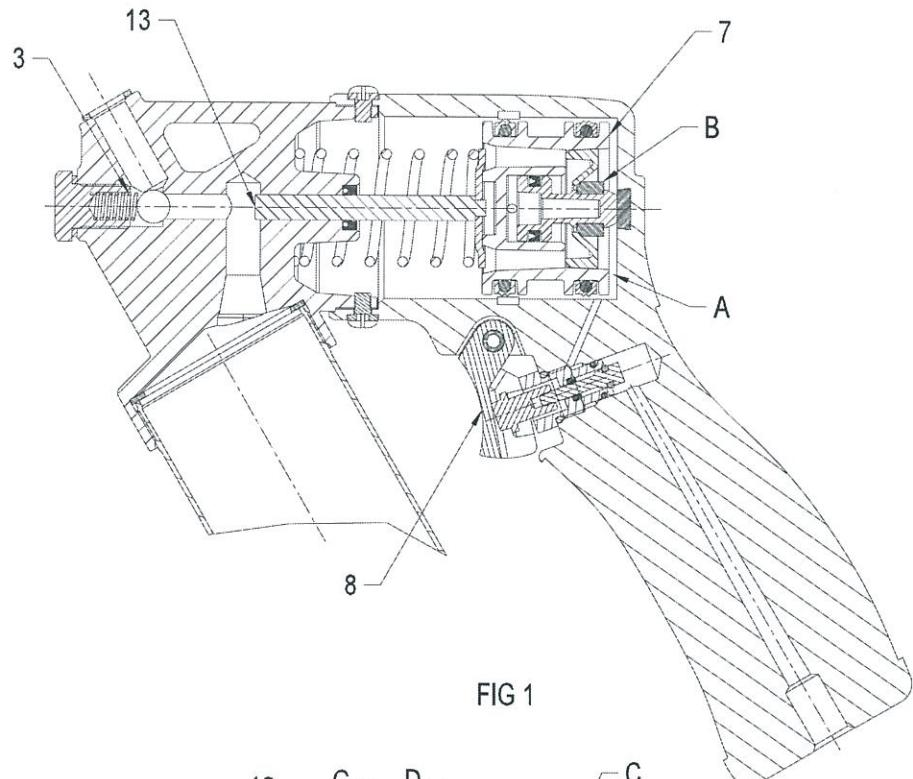
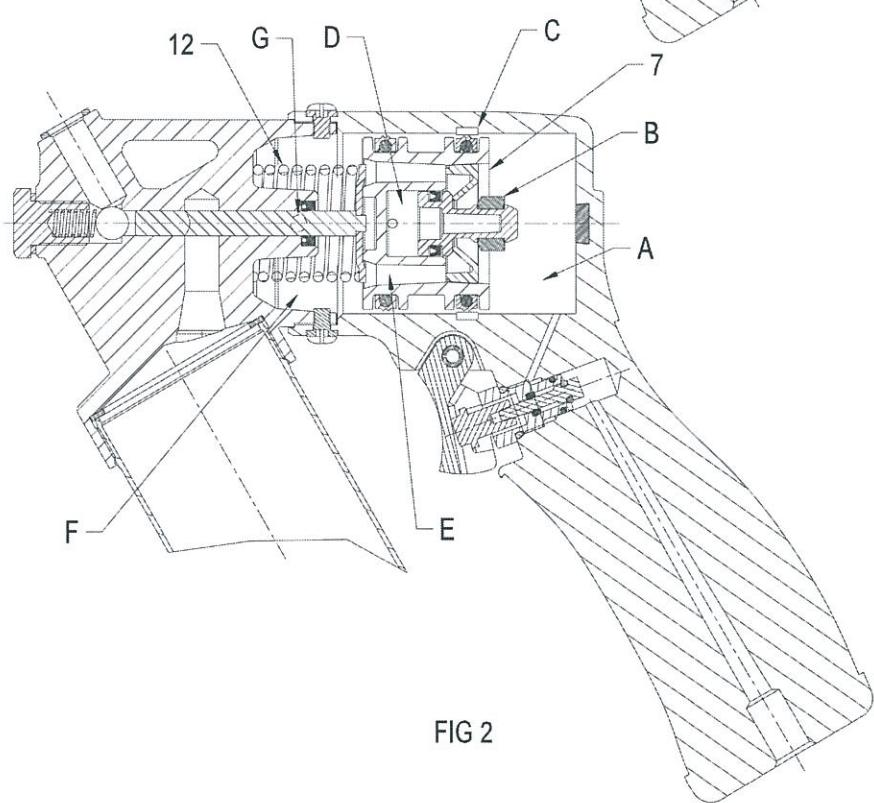

FIG 1
FIG 2
Le pistolet fonctionne lorsque la gâchette (8) est actionnée. L'air sous pression arrive dans la chambre A (voir Fig. 1) et pousse le piston (7) par l'intermédiaire du piston (13) vers la gauche. La valve B est fermée. La graisse, sous la pression du piston (13), ouvre la valve (3) et libère une dose de lubrifiant.
Lorsque le piston (7) atteint la rainure de dérivation C (voir Fig. 2), l'air arrive dans la chambre D et ouvre la valve B. La pression pneumatique de la chambre A est relâchée par la valve B et les trous E vers la chambre F qui communique avec l'extérieur par le trou G. La pression de l'air s'équilibre des deux côtés du piston (7) et la force du ressort (12) va ramener le piston dans sa position initiale, rechargeant le pistolet (voir Fig. 1). La valve B se fermera et l'air de la chambre D sera évacué par la rainure de dérivation C vers l'extérieur. Le cycle se répète chaque fois que la gâchette est actionnée.